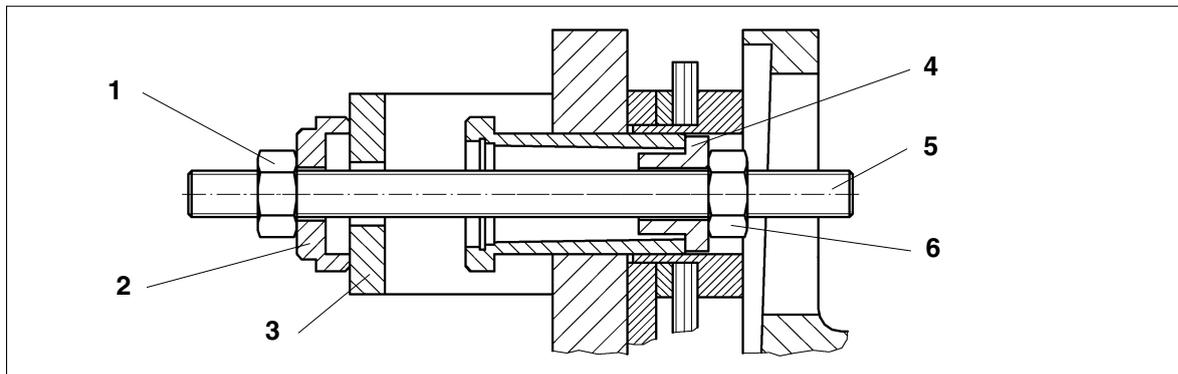
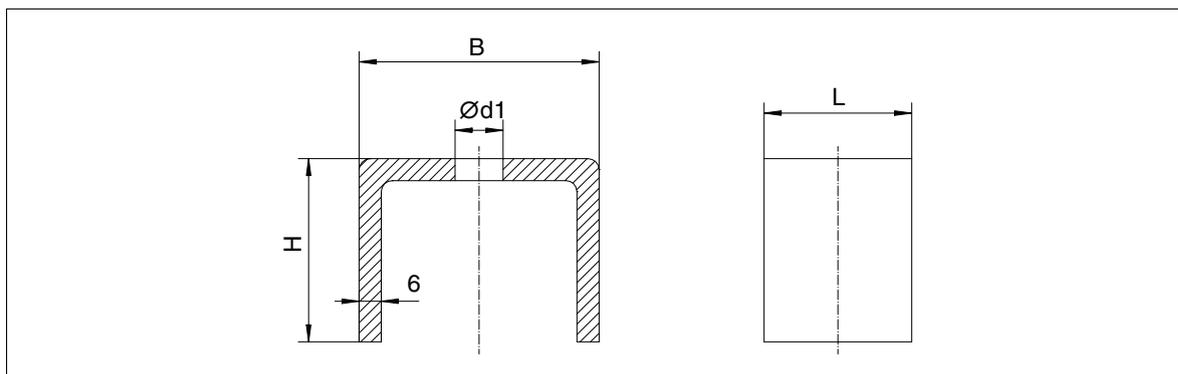
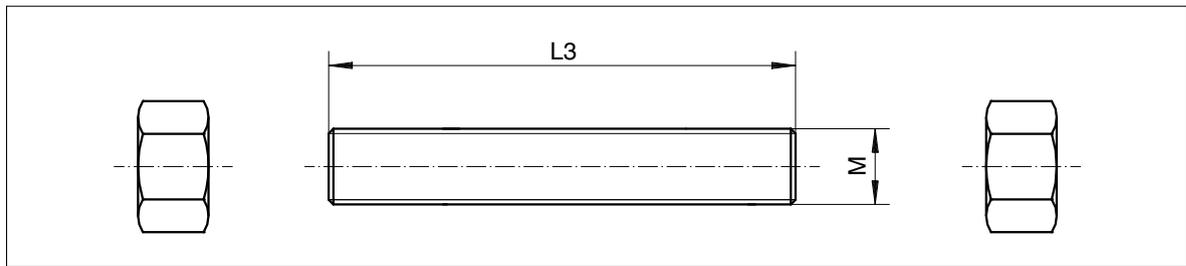

Figura 7: Vista detalhada do fuso roscado
Figura 8: Perfil extractor (Perfil em U, 6 mm)
Figura 10: Fuso roscado e porcas
(ver Figura 10 e Tabela 3)
Retirar a manga cónica do flange ARPEX e remover o conjunto de lâminas. Para isso, utilizar os meios auxiliares indicados na Figura 8 até Figura 10 (perfil extractor, anilha de desmontagem, fuso roscado e porcas), bem como a arruela (ver Figura 7).
- 1 x Fuso roscado (Figura 10)
- 2 x Porca DIN EN 24032 (Figura 10)
- 1 x Perfil extractor (Figura 8)